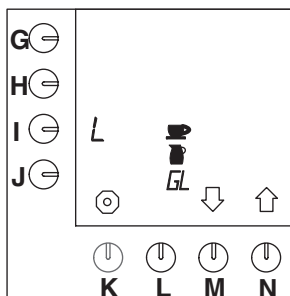

Fig. 31 Enheder der kan vælges
- Der kan foretages et valg ud fra følgende enheder: Liter = L, Gallon = G (= 3,7853 L), Kande, Kop (fig. 31).